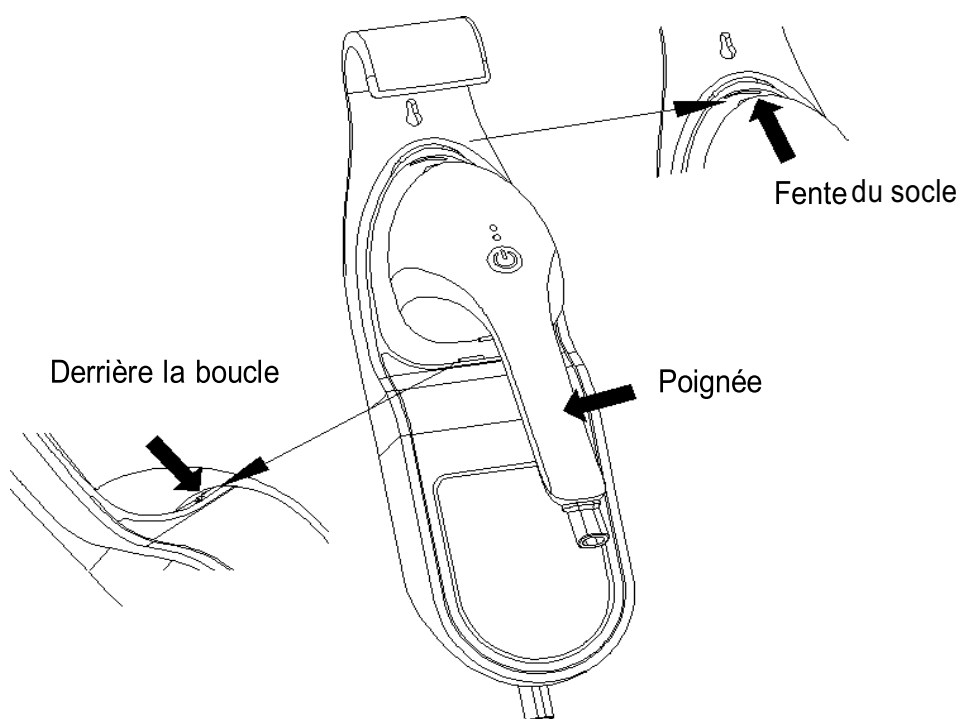

Figure 5
1. Placer le fer dans le socle : la partie saillante à l'avant du fer doit être insérée dans la fente. Appuyer ensuite verticalement sur la poignée du fer, puis enfoncer le fer dans le socle. Ainsi, le fer est complètement fixé dans le socle et ne tombera pas automatiquement (voir figure 5)